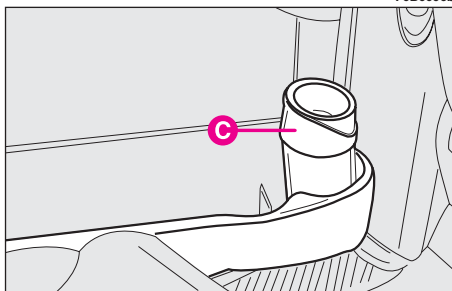
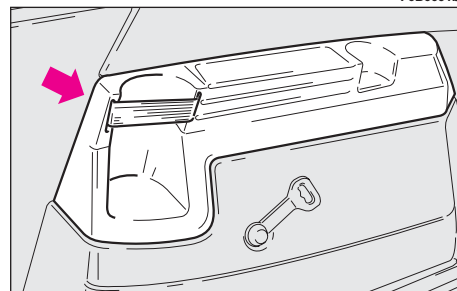

fig. 125
fig. 126
– compartiments porte-bouteille - porte-verres - porte-canettes dans les panneaux latéraux deuxième rangée **fig. 125** et troisième rangée **fig. 126**; les compartiments porte-bouteille peuvent aussi être utilisés pour y placer une boîte à ordures amovible **C-fig. 125**;